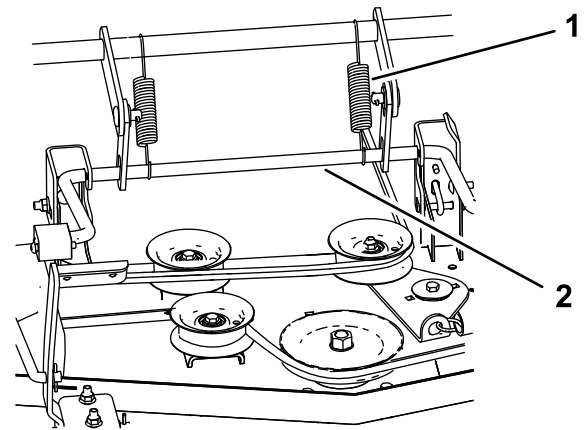

Figura 71
6. Para carcasas de 152 cm (60"), instale los 2 muelles de elevación de la carcasa (Figura 71).